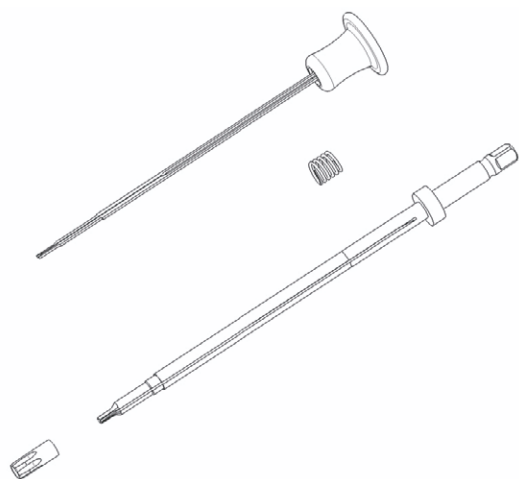

Fig. 10 Plano de despiece de destornillador poliaxial autosostenible S⁴ Cervica
- Deslice el tirador con lengüetas de retención sobre el eje del destornillador de modo que las lengüetas de retención encajen con las muescas del eje del destornillador, ver Fig. 10.
6.4 Colocador de barras (26)